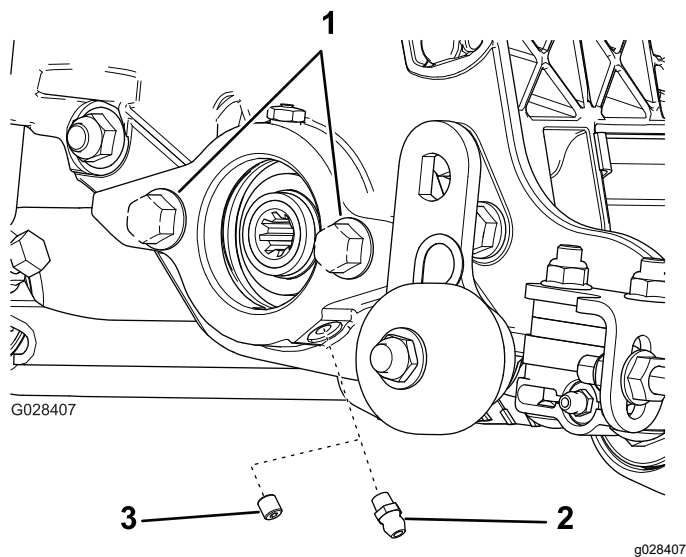

Figura 5
1. Retire y deseche el tornillo de fijación de la chapa lateral del motor del molinete (Figura 5).
2. Instale el engrasador recto (Figura 5).
3. Si no hay pernos en la placa lateral del motor del molinete, instáelos (Figura 5).